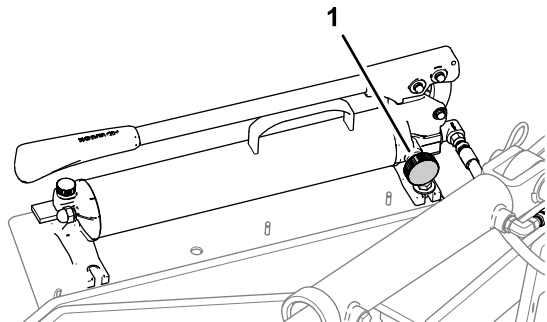

Рисунок 21
1. Закройте клапан в основании ручного гидравлического насоса (Рисунок 21) и качайте ручку насоса до тех пор, пока стопорный штифт не будет вращаться в кронштейне стопорной штанги.
6. Закройте клапан ручного гидравлического насоса (Рисунок 21) и покачайте ручку насоса, чтобы поднять аэратор в положение транспортировки.